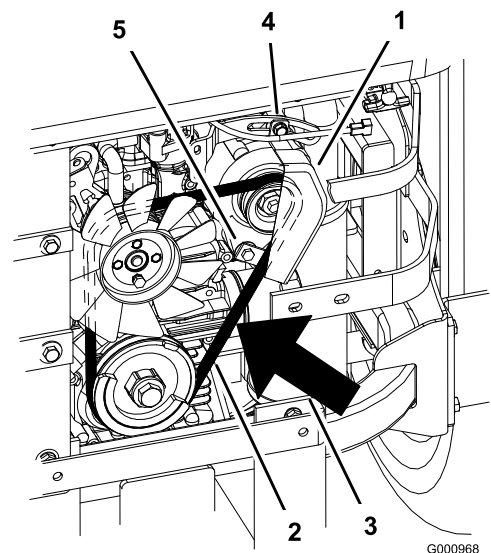

Figura 58
7. Allentate il bullone inferiore e togliete il bullone superiore che fissa l'alternatore ed il coperchio (Figura 58).
9. Montate la nuova cinghia attorno alle pulegge dell'alternatore (Figura 58).
14. Serrate il bullone inferiore e montate il bullone superiore che fissa l'alternatore ed il coperchio (Figura 58).
2. Regolate l'alternatore verso l'esterno fino ad ottenere una flessione della cinghia di 7-9 mm tra le pulegge del motore e dell'alternatore con una forza di 10 kgf (Figura 58).
5. Se la flessione è esatta, serrate i bulloni inferiore e superiore (Figura 58).